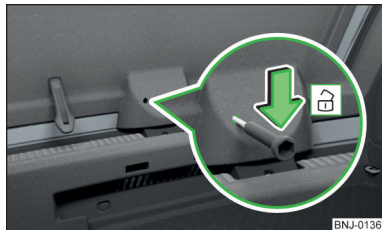

Fig. 174
- Introduceți în orificiul din capitonaj » fig. 174 o șurubelniță sau o altă unealtă asemănătoare, până la capăt.